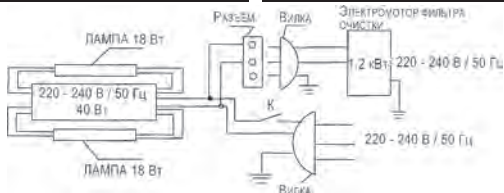

Рисунок 4 - Схема подключения питания мод. 10.9
2. Расположите остов камеры (поз. 22, рис. 4) горизонтально, опираясь на заднюю панель.
15. Подключите питание согласно схеме (рис. 4), питание пескоструйного аппарата осуществляется от сети 220 В/ 50 Гц.